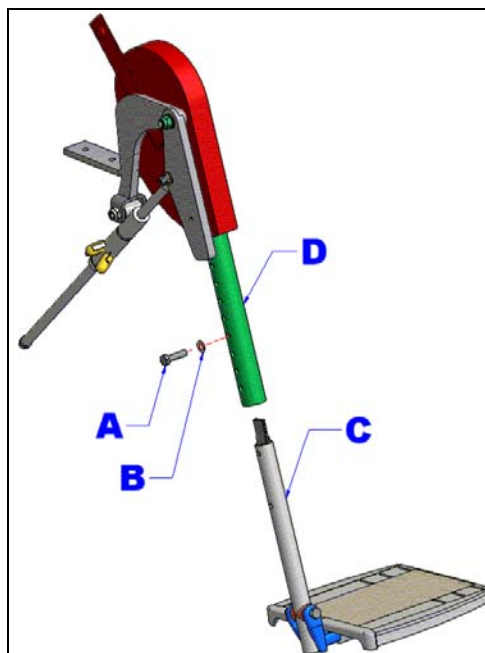

Figure 1 : Changer la longueur des appuis-pieds.
1. Retirer la vis d'ajustement (A) à l'aide d'une clé plate 7/16" (voir; figure 1);
2. Ajuster le tube télescopique (C) dans le tube (D) à la longueur désirée ;
3. Replacer la vis (A) et la rondelle (B) et revisser fermement.